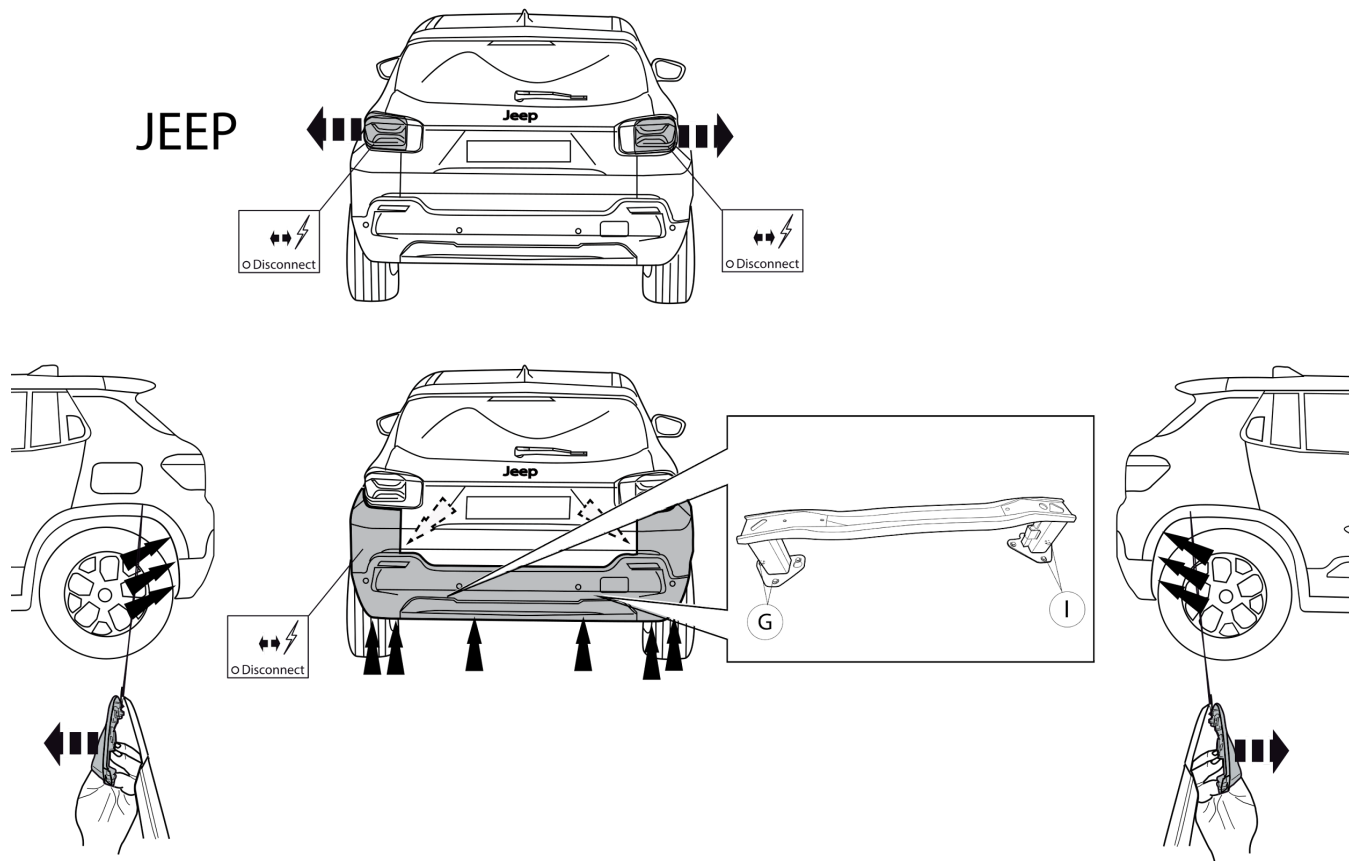

Fig. 1
1. Снять бампер. См. рисунок 1,2 & 3.